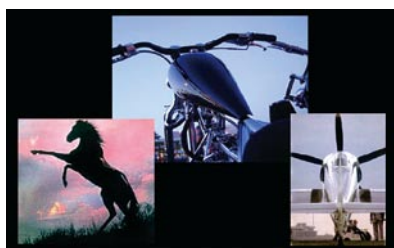

図 4 Take off Movement
- ・Take off Movement (飛行機が頭を上げて離陸していくイメージ)(図4)